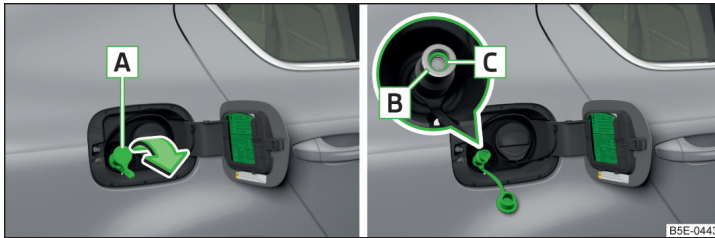

Abb. 312 Erdgaseinfüllstutzen
- Die Kappe [A] » Abb. 312 in Pfeilrichtung abnehmen und die Füllkupplung der Betankungsanlage auf den Einfüllstutzen [B] stecken.
- Prüfen, ob der Dichtring [C] » Abb. 312 im Einfüllstutzen [B] stecken blieb. Ist der Dichtring auf die Füllkupplung gerutscht, dann ist dieser wieder in den Einfüllstutzen einzusetzen.